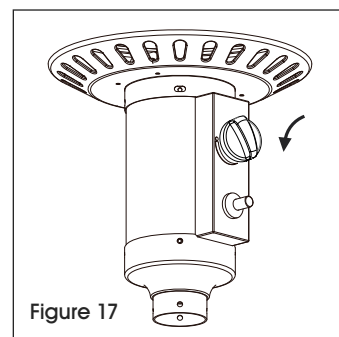

Figure 17
4. Tournez le bouton de commande à la position basse (minimum) et laissez ainsi pendant cinq minutes ou plus avant de régler le bouton à la température de votre choix. (Voir Figure 17)